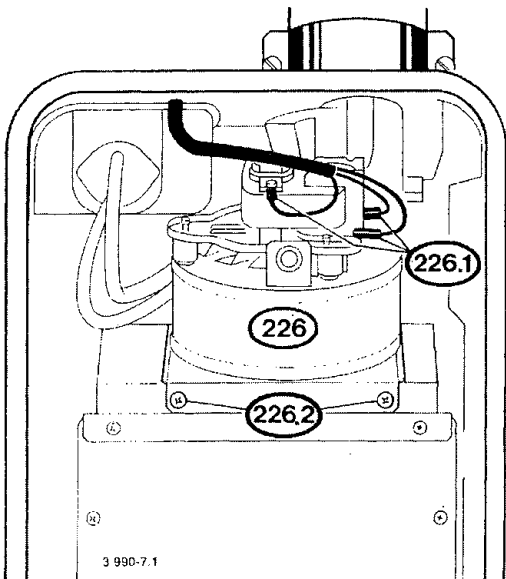

Bild 7
- elektrische Anschlußleitung (226.1) an Abgasventilator (226) abziehen (Bild 7)
- Schrauben (226.2) des Abgasventilators (226) entfernen und Abgasventilator (226) nach vorne herausziehen (Bild 7)